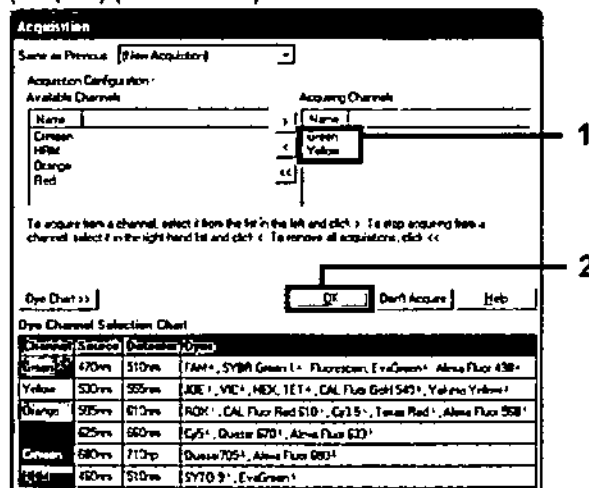

Ilustración 8. Adquisición en el paso de ciclado a 60 °C
11. Establezca Green (Verde) y Yellow (Amarillo) como canales de obtención. Para ello, seleccione el botón ">" para transferirlos de la lista "Available Channels" (Canales disponibles). Haga clic en "OK" (Aceptar) (Ilustración 8).